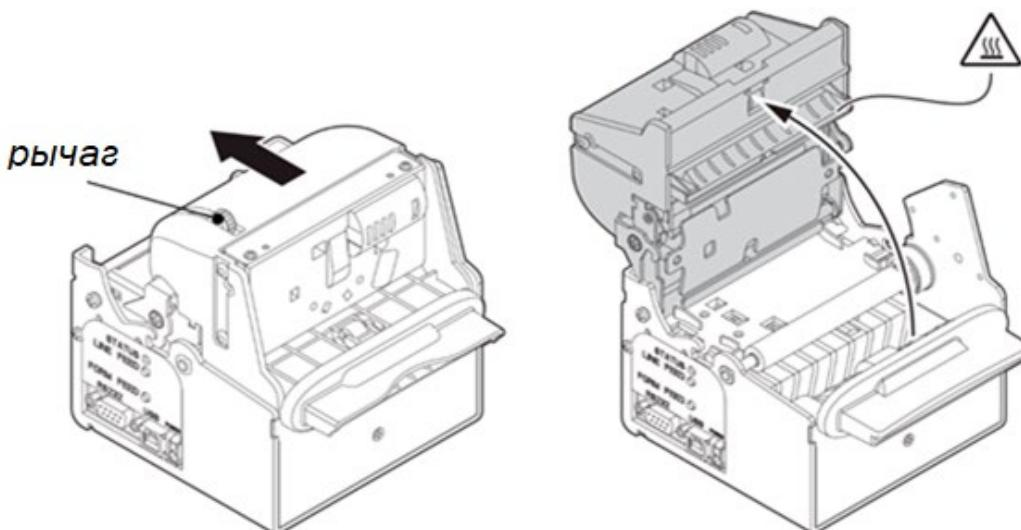
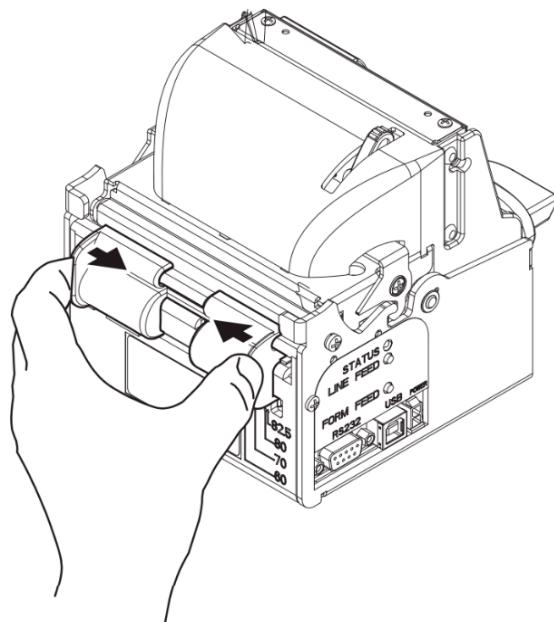

Рисунок 17. Потяните за рычаг в сторону стрелки
Рисунок 18. Установка необходимый ширины отверстия для чекового рулона
- Откройте крышку принтера (24), для этого потяните за рычаг в сторону стрелки (см. рис. 17) и поднимите крышку. Будьте осторожны, принтер может быть горячим!
- Снимите старый рулон с держателя (23).
5. Установите необходимую ширину отверстия для чекового рулона (см. рис. 18):